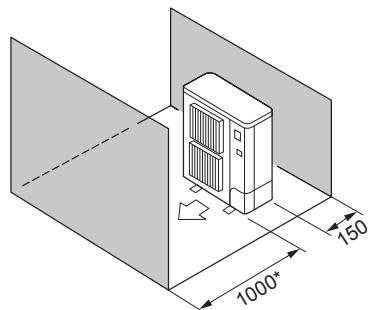

Fig. 2-7
⑤ Hindernisse nur auf der Vorder- und Rückseite (Fig. 2-7)